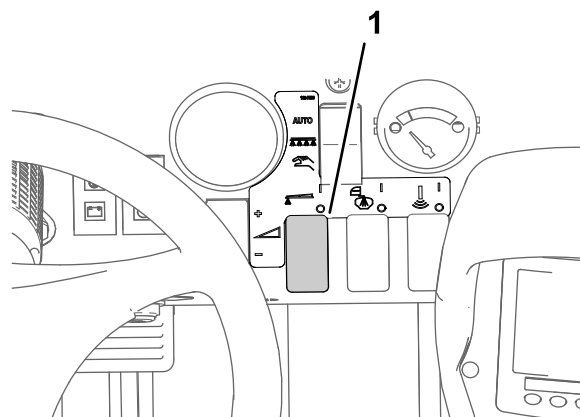

Figura 39
8. Utilice el interruptor de caudal para obtener la presión de fumigación deseada, según lo indicado en la Guía de selección de boquillas proporcionada con el fumigador (Figura 39).